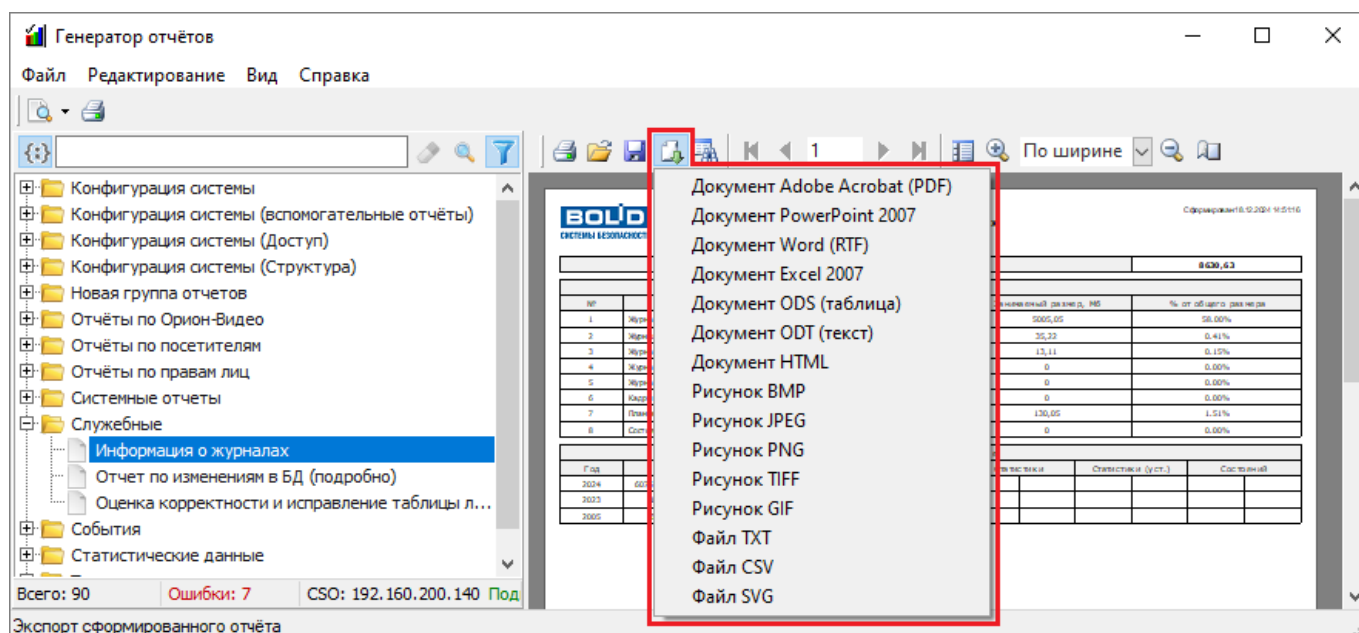

Рисунок 11-318 Выпадающее меню выбора формата файла для экспорта
- 1) нажмите кнопку  «Экспорт сформированного отчета» на панели инструментов предварительного просмотра (см. п. 11.5.4), после чего в появившемся выпадающем меню (см. Рисунок 11-318) выберите формат файла для экспорта;